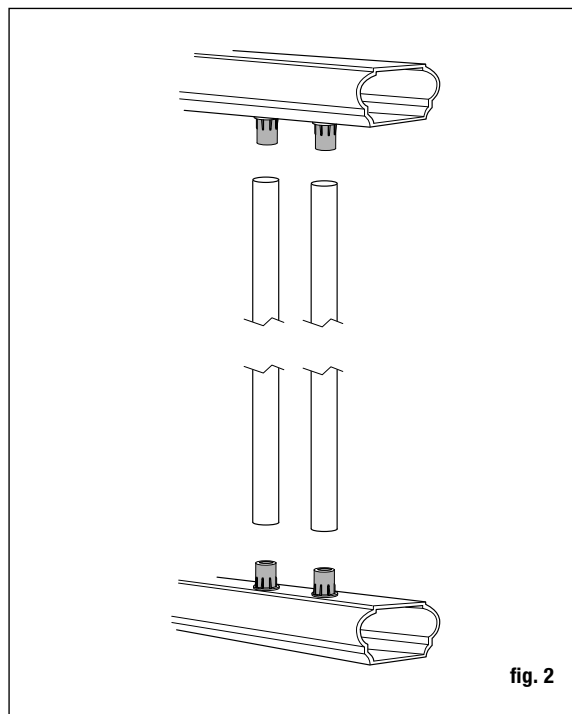

fig. 2
**Paso 13** Ajuste los balaustres al barandal inferior deslizándolos dentro de los conectores (fig. 2).